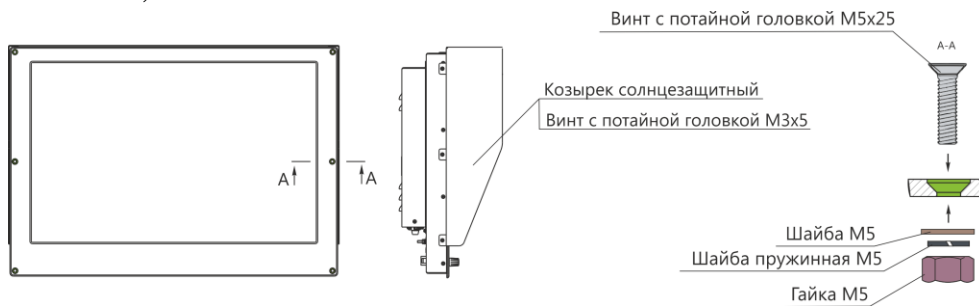

Рисунок 3 – Пультовый монтаж наружного крепления
1) пультовый монтаж наружного крепления (см. рисунок 3) представляет собой крепление изделия с лицевой поверхности пульта с помощью монтажного комплекта метизов;